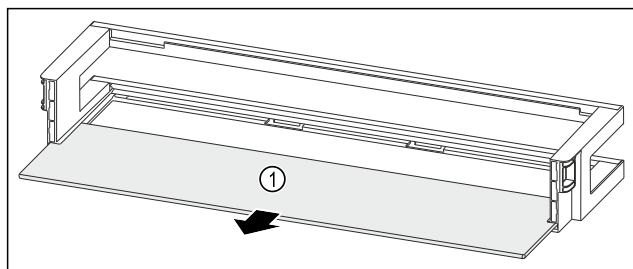

Fig. 229 Polica u vratima s policom za odlaganje
- Izvadite policu Fig. 229 (1).